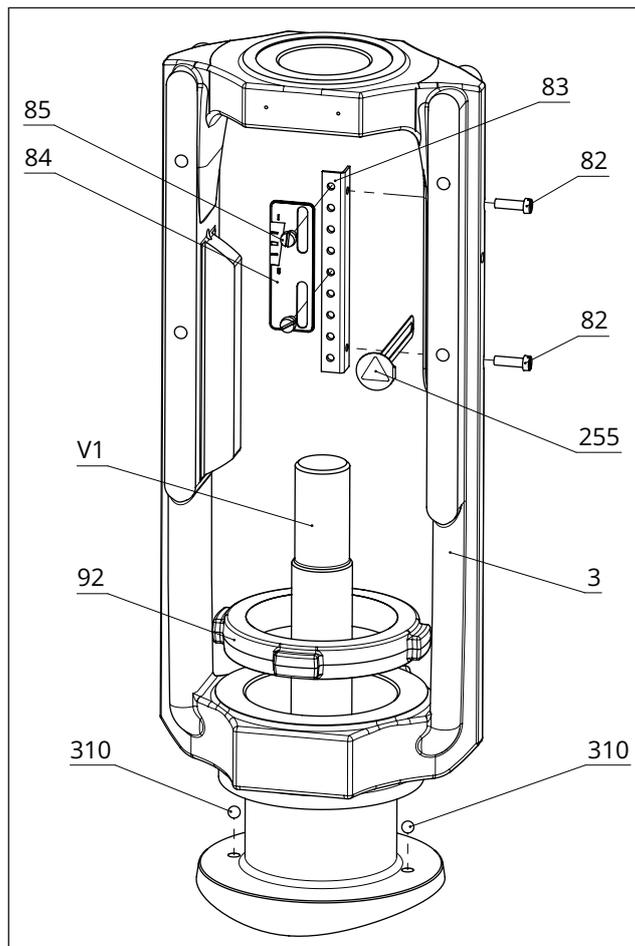
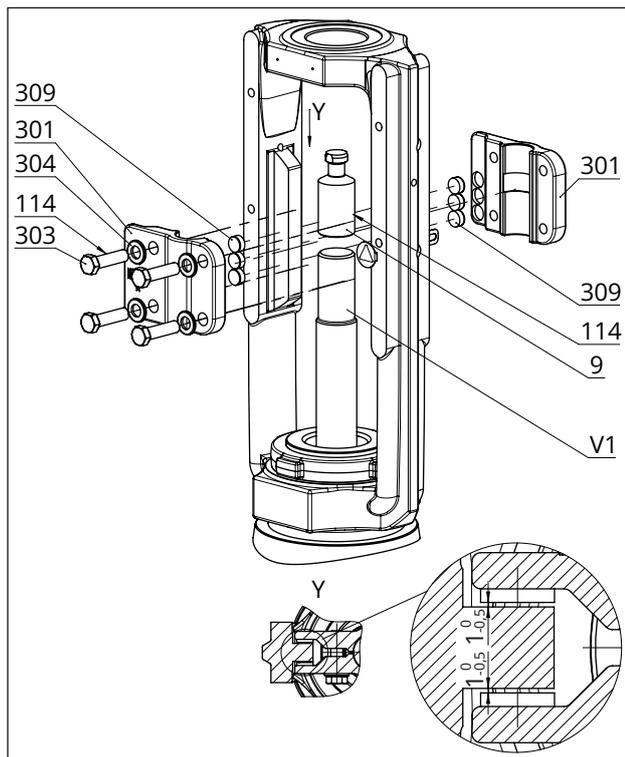

Bild 22: Montageübersicht der Baugruppe Joch mit Hubschild in der Standardausführung
Bild 23: Montageübersicht der Verdrehssicherung in der Standardausführung
Vgl. Bild 22 und Bild 23
- Zwischen den Gleitscheiben und ihrer Auflage am Joch ist ein nomineller Spalt zwischen 0,5 und 1 mm auf jeder Seite (vgl. Detail Y in Bild 23).